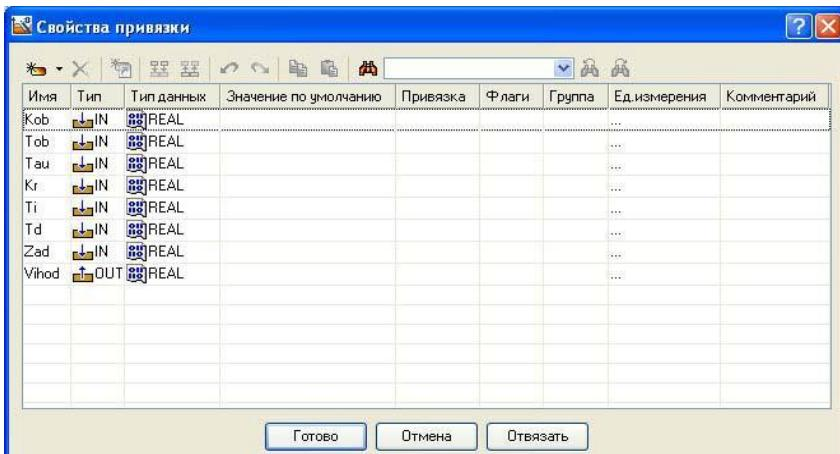

Рисунок 96 – Создание аргументов экрана
ЛК в поле **Результат** вызвать табличный редактор аргументов. В открывшемся окне **Свойство привязки**, нажав кнопку на его панели инструментов, создать восемь аргументов экрана 7 входных и один выходной. Входной (IN) или Выходной (OUT) будет аргумент, выбирается из низпадающего меню, появляющегося при двойном щелчке ЛК по типу аргумента (рисунок 96). Двойным щелчком ЛК выделить имя аргумента и изменить его, введя с клавиатуры «Kob» (завершить ввод нажатием клавиши Enter). Подтвердить связь с этим аргументом нажатием кнопки **Готово**. Аналогичным образом настроить все остальные аргументы.